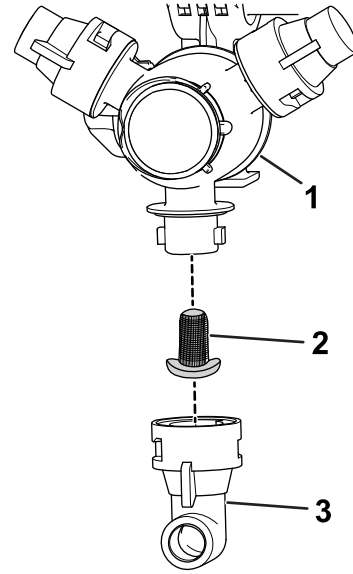

图 115
2. 从喷嘴转动架卸下喷嘴图 115。
3. 拆下旧喷嘴过滤器图 115。
4. 安装新喷嘴过滤器图 115。
5. 将喷嘴安装到喷嘴转动架上图 115。